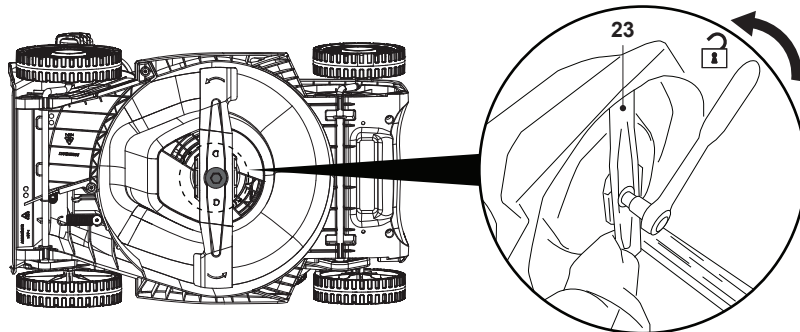

Fig. 19
NOTA: Se, em vez de uma chave de impacto elétrica, for utilizada uma chave de ferramentas manual ou uma chave inglesa, a lâmina de corte (23) deve ser impedida de rodar enquanto desaperta o parafuso. Use luvas resistentes e segure a lâmina com firmeza. Use uma peça de madeira com um tamanho adequado para bloquear a rotação da lâmina, se necessário (Fig. 19).